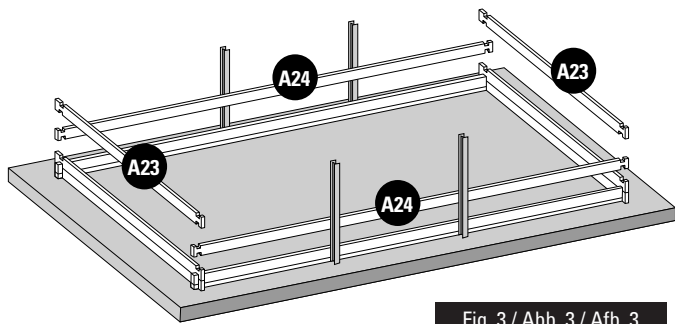

Fig. 3 / Abb. 3 / Afb. 3
EN **2nd LAYER OF BOARDS:** • Install the second layer of boards as shown in figure 3. • There is a wooden wedge in the structure packet to correctly assemble the boards. • Never directly hit against the boards. Do not hit them with anything metallic. This would inevitably damage the wood. • Try to correctly assemble the boards right from the start. There should not be any space between each layer of boards to avoid maladjustment of the higher boards.
FR **2ÈME RANGÉE DE MADRIERS :** • Positionnez les madriers de la deuxième rangée conformément à la figure 3. • De manière à emboîter correctement les madriers, une cale en bois est à votre disposition dans le colis de structure. • Ne pas taper directement sur les madriers. • Ne pas frapper avec une pièce métallique. Cela détériorerait le madrier irrémédiablement. • Veillez à emboîter bien à fond les madriers dès le départ. Il ne doit pas y avoir d'espace entre chaque rangée pour éviter un décalage au niveau des madriers supérieurs.
DE **2. BRETTERREIHE:** • Platzieren Sie die Bretter der zweiten Reihe laut Abb. 3. • Um die Bretter richtig anbringen zu können, finden Sie einen Holzkeil im Paket des Tragwerks. • Nicht direkt auf die Bretter klopfen. • Nicht mit einem Metallteil darauf klopfen. Es würde das Holz unabänderlich beschädigen. • Versuchen Sie, die Bretter von Anfang an tiefgehend ineinander zu fügen. Zwischen den Reihen darf kein Platz sein, um eine Fehlanpassung der oberen Bretter zu vermeiden.
NL **2ª RIJ PLANKEN:** • Plaats de planken van de tweede rij zoals aangegeven op afbeelding 3. • Om de planken correct te assembleren, zit er een houten wig in het pakket van het frame. • Sla niet direct op de planken. • Sla er niet direct op met metaal. Hierdoor raakt het hout onherstelbaar beschadigd. • Zorg ervoor dat de planken vanaf het begin stevig op elkaar aansluiten. Er mag geen ruimte tussen de rijen overblijven, om te voorkomen dat de bovenste houtdelen onregelmatig uitkomen.
- EN 3rd LAYER OF BOARDS:** Install the third layer of boards as shown in figure 3. The position of the refilling fitting with the key and the skimmer should be defined at the start of the assembly (read the specific paragraphs).
- FR 3^{ÈME} RANGÉE MADRIERS :** Positionnez les madriers de la 3ème rangée conformément à la figure 3. Vous devez avoir déterminé l'emplacement de la buse de refoulement et du skimmer dès le début du montage (voir paragraphes spécifiques).
- DE 3. BRETTREIHE:** Platzieren Sie die Bretter der dritten Reihe laut Abb. 3. Zu Beginn der Montage müssen Sie die Lage des Druckventils und des Skimmers festlegen (lesen Sie hierzu die entsprechenden Abschnitte).
- NL 3ª RIJ PLANKEN:** Plaats de planken van de derde rij zoals te zien is op afbeelding 3. U moet al bij aanvang van de montage bepalen op welke plaats het uitstroommondstuk en de skimmer moet komen (less de betreffende paragrafen).